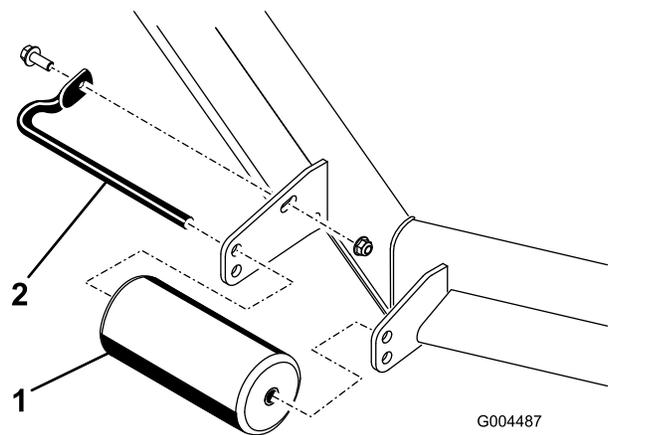

Figure 11
- Retirez le boulon et l'écrou qui fixent l'axe de galet au support de l'unité de coupe (Figure 11).